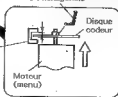
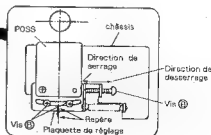
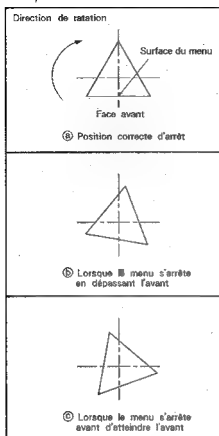

Fig. 7-2
Fig. 7-3
Fig. 7-4
- Desserrer la vis ② maintenant le disque codeur en utilisant la clé hexagonale.
- Desserrer la vis ③ maintenant la plaquette de réglage.
- (1) Régler le jeu entre le disque codeur et la photointerrupteur du moteur (menu) à 1.5 mm. (Fig. 7-2)
- (2) Fixer la vis du disque codeur en la serrant à l'aide d'une clé hexagonale.
- (3) Tourner la vis ④ de manière à ce que le repère ciselé sur la plaquette de réglage soit alignée avec le châssis. Puis, serrer temporairement la vis ④.
- (4) Pousser la touche ROTATE MENU sur le panneau avant de l'appareil principal de manière à faire tourner le menu. Effectuer, ensuite, les réglages suivants en fonction des conditions. (Fig. 7-3)
- Lorsque le menu s'arrête en dépassant l'avant Desserrer la vis ④, puis serrer la vis ④ en la tournant dans le sens des aiguilles d'une montre.
- Lorsque le menu s'arrête avant d'atteindre l'avant Desserrer la vis ④, puis tourner la vis ④ dans le sens contraire des aiguilles d'une montre pour la desserrer.
- (5) Tourner le menu de nouveau, et serrer fermement la vis ④ lorsqu'il s'arrête en dirigeant ses surfaces vers l'avant. (Fig. 7-4 ③)
- (6) Finalement, tourner le menu et vérifier qu'il s'arrête en dirigeant toutes ses trois surfaces vers l'avant à chaque rotation de 120°.